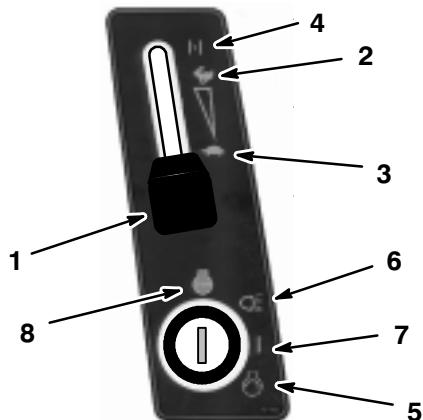

Abbildung 10
5. Beim Start eines kalten Motors den Gashebel auf Position "CHOKE" stellen (Abb. 10).
6. Den Zündschlüssel im Uhrzeigersinn drehen und in Position "START" halten (Abb. 10). Wenn der Motor anspringt, den Schlüssel loslassen.
7. Sobald der Motor angesprungen ist, den Gashebel langsam auf "FAST" schieben (Abb. 10).
1. Den Gashebel auf "SLOW" (langsam) stellen (Abb. 10).
2. Den Zündschlüssel auf "OFF" drehen (Abb. 10).